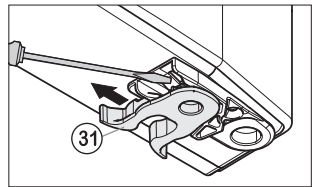

Fig.5
- Inverter a posição do grampo de mola Fig. 5 (31): Pressionar para baixo o trinco, retirando o grampo de mola por cima.